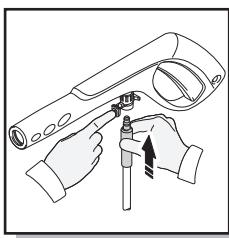

Fig. 4
- Connecter l'autre fin de l'haut tuyau de pression au pistolet à peinture en insérant le cuivre la pointe métallique de l'haut tuyau de pression dans l'installation juste en avant du garde de détente. Il verrouillera dans le pistolet à peinture avec un « clic » (la fig. 4). Confirmer le tuyau est verrouillé dans le pistolet à peinture en tirant légèrement sur le tuyau. Le tuyau assurément est maintenant attaché au pistolet à peinture.